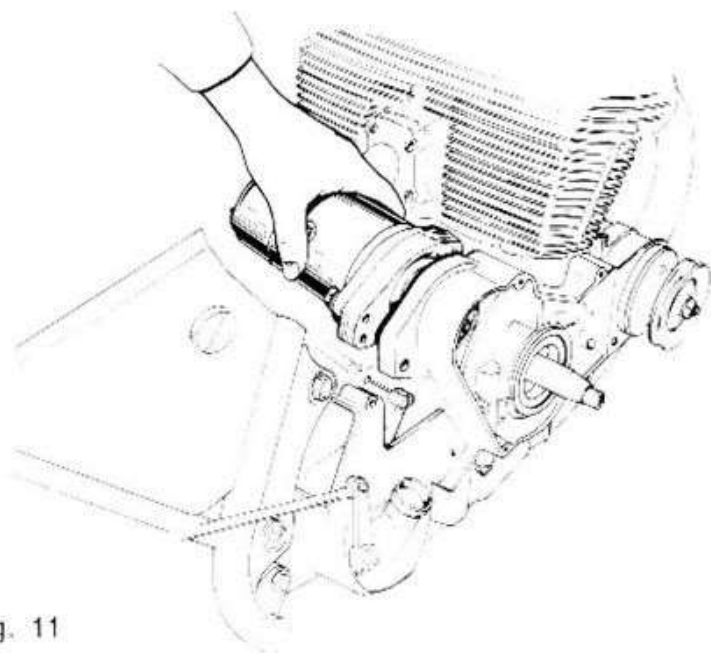

Fig. 11
- 4) Svitare le due viti che fissano il motorino d'avviamento al carter, sollevare il motorino leggermente finchè si libererà dalla propria sede, nello stesso tempo si sfilerà anche il pignone (fig. 11).